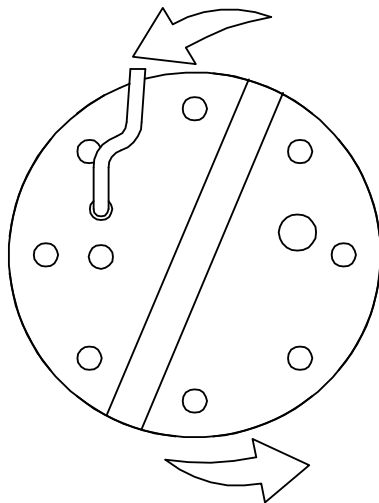

Fig. 2
3. Osservare attentamente il contraccolpo all'avviamento, guardando l'elettropompa dall' alto. Se il senso di rotazione è giusto, la calotta superiore si muoverà in senso orario come indicano le frecce nel disegno (FIG.2).